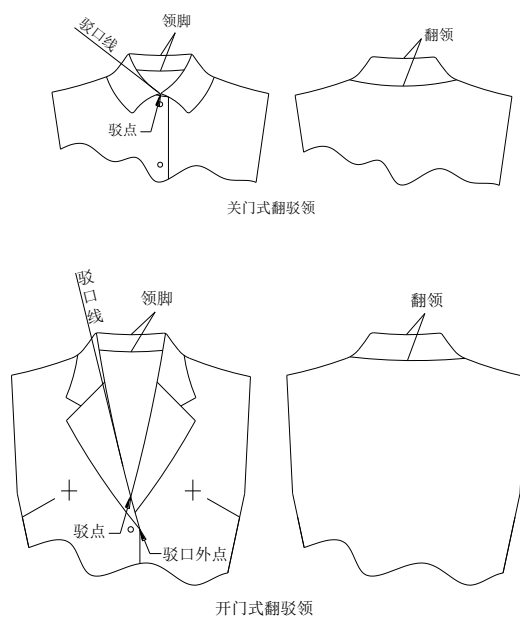

图 22 翻驳型衣领前领造型特点
2. 翻驳领前领造型特点：翻驳领前领造型分为关门式与开门式，造型特点上既有共性，又有个性。其共性表现在：①驳口线；②驳点；③领脚；④翻领。其个性表现在：关门式翻驳领无驳口外点；开门式翻驳领有驳口外点。见图 22。关门式翻驳领与开门式翻驳领在结构上属同类型，因此在结构设计方法的处理上是一致的。见图 22。